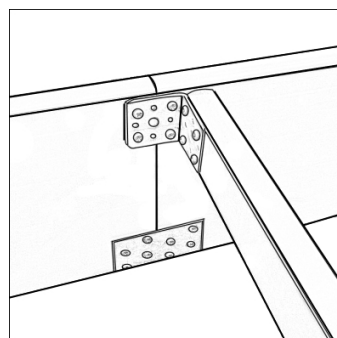

Рис. 7
8. Саморезами прикрутите 2 уголка к стяжке с 2 краев. Вставить стяжку в верхнюю часть грядки, в место соединения 2-х конструкций. Прикрутить уголки таким образом, что бы они крепились к обеим частям основных бортов (1,5м) в месте их соединения. (рис. 7)